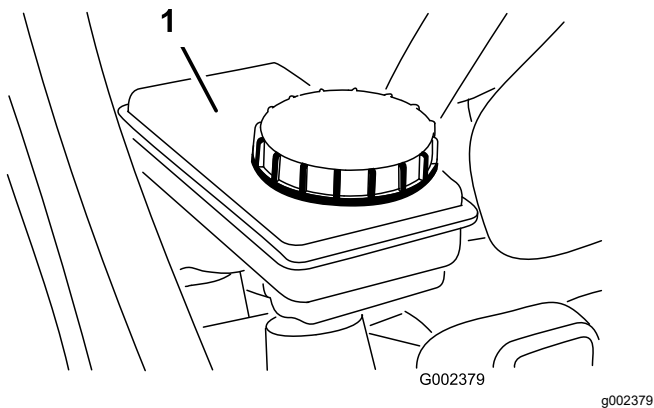

Figura 57
5. Asegúrese de que el nivel de fluido llegue a la línea Lleno del depósito (**Figura 57**).
6. Si el nivel de líquido es bajo, limpie la zona alrededor del tapón, retire el tapón y llene el depósito hasta el nivel correcto con el líquido de frenos especificado (Figura 57).